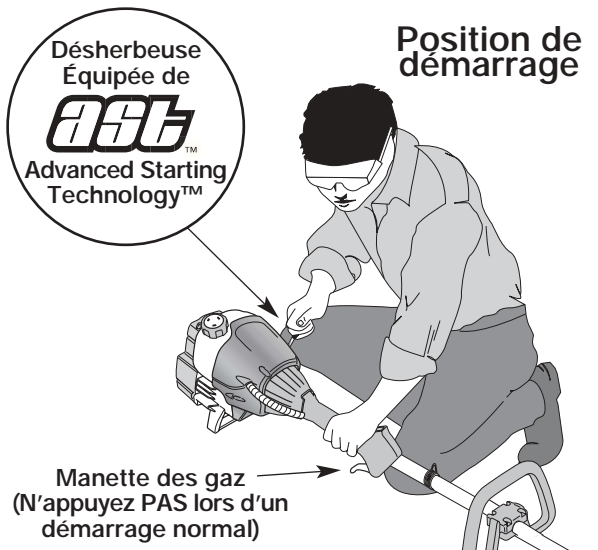

Fig. 8
**AVERTISSEMENT:** évitez tout démarrage accidentel. Tenez-vous en position de démarrage lorsque vous tirez sur la corde de démarrage (Fig. 8). L'opérateur et l'appareil doivent tous deux être en position stable pour éviter des blessures graves. Vérifiez la bonne installation de l'accessoire avant le démarrage de l'appareil.
4. Accroupissez-vous en position de départ et **n'appuyez pas sur la manette des gaz** (Fig. 8). Tirez le cordon de démarrage d'un **mouvement contrôlé et ferme** jusqu'à ce que le moteur essaie de démarrer. Répétez jusqu'à ce que le moteur démarre.
Pour couper les bordures à l'aide de la tête d'accessoire de coupe sur les modèle EZ-LinkMD, verrouillez le bouton de déclenchement de l'accessoire de coupe dans le trou de 90° ou de 180° (Fig. 8).